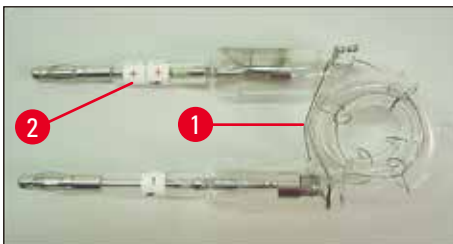
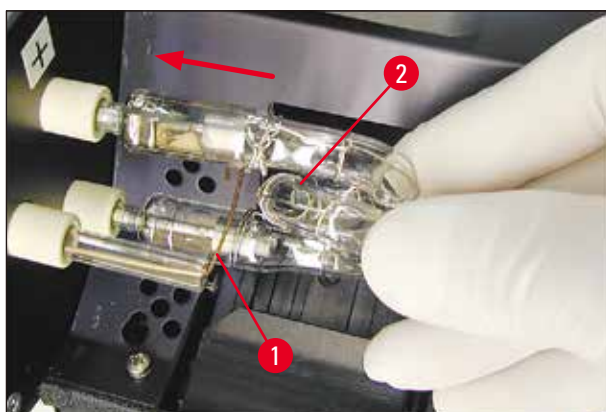

図 21
図 23
2. 新品のフラッシュランプ(→"図 21")をソケット(→"図 20-3")に取り付けます。次にランプを慎重に奥まで(「+」の極性マーカーが隠れるまで)押し込みます(→"図 23")。必要に応じて、フラッシュランプをやさしく上下に揺ります。